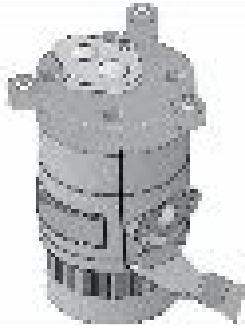

Figura 28
5. Dibuje una línea por el costado de la bomba con un marcador para facilitar la alineación durante el reensamblaje. Marque la bomba desde el motor hasta la voluta de la base (ver Figura 28).